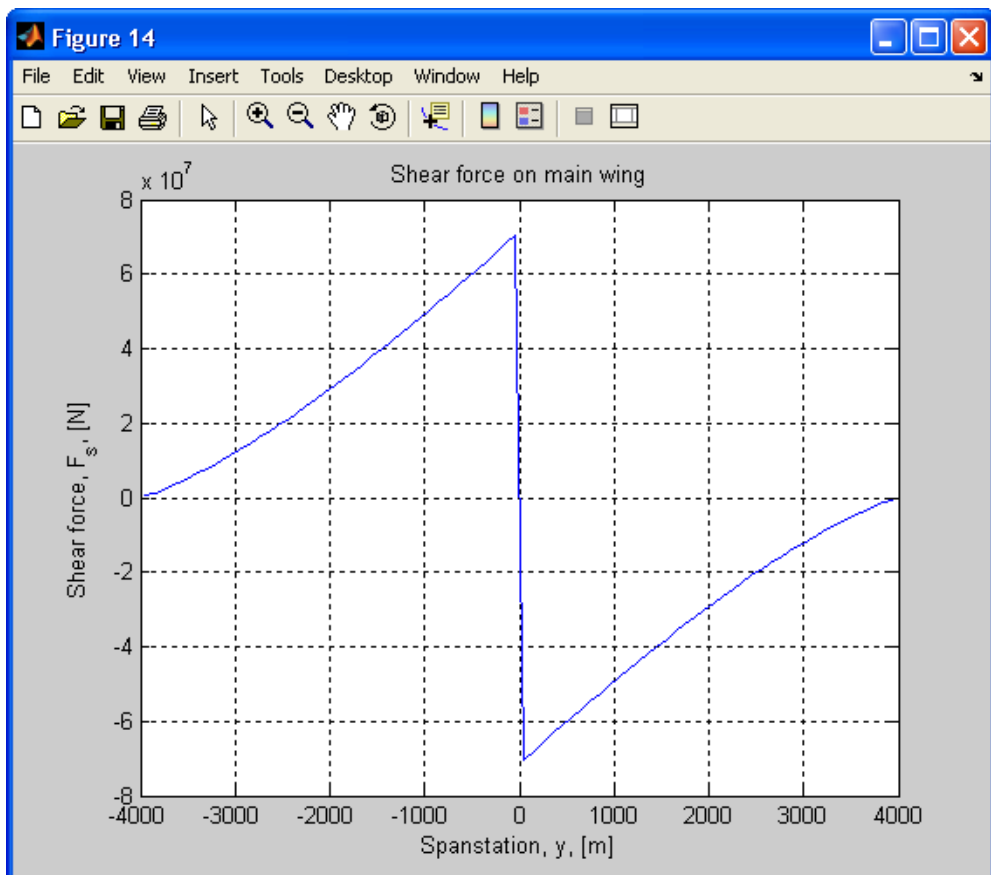

Рисунок 1.16 - Распределение перерезывающей силы
5. Распределение перерезывающей силы по размаху (см. Рисунок 1.16).